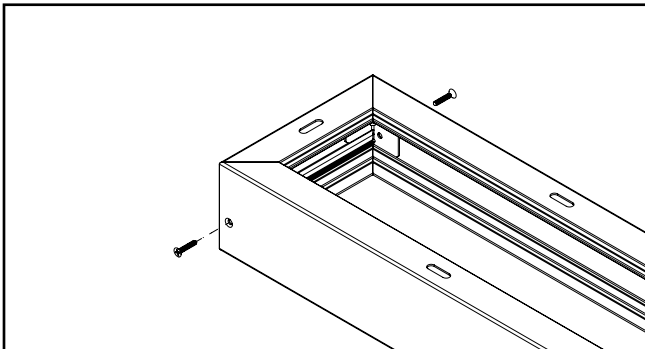

Figura 4.
- A4. Use los 4 tornillos incluidos para asegurar los rieles cortos a los rieles largos (1 tornillo por esquina) como se muestra en la Figura 4.